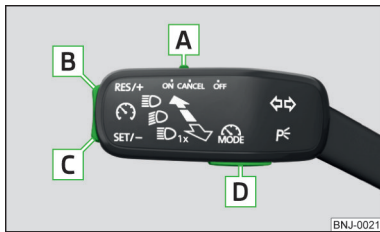

Abb. 202
### Übersicht der Bedienelemente der GRA » Abb. 202
- ▶ Durch das Drücken der Taste **D** » Abb. 202.
- Durch das Drücken der Taste **D** » Abb. 202 während der Regelung wird diese abgebrochen und es wird der Geschwindigkeitsbegrenzer aktiviert.